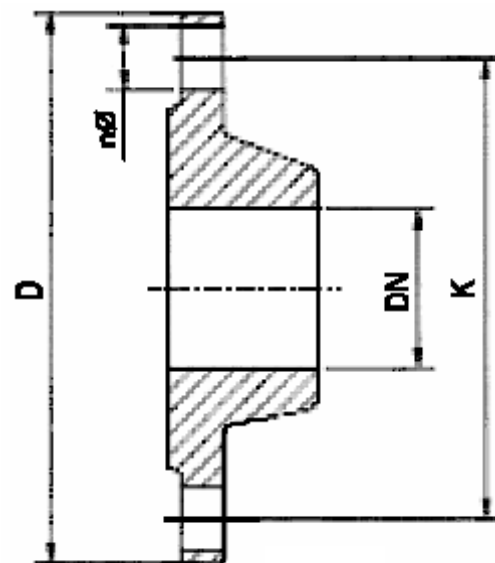

Рис. 1
- Монтаж виброкомпенсаторов следует производить только между фланцами воротниковыми изготовленными по **DIN 2501 PN10/ 16** или **ГОСТ 12815 - 80 PN10/ 16** рис.1.
- Соблюдать параметры, указанные в таблице №2 16. (см. рис. 1)
ТАБЛИЦА № 1. ПРИСОЕДИНИТЕЛЬНЫЕ РАЗМЕРЫ ФЛАНЦА (см рис. 1).